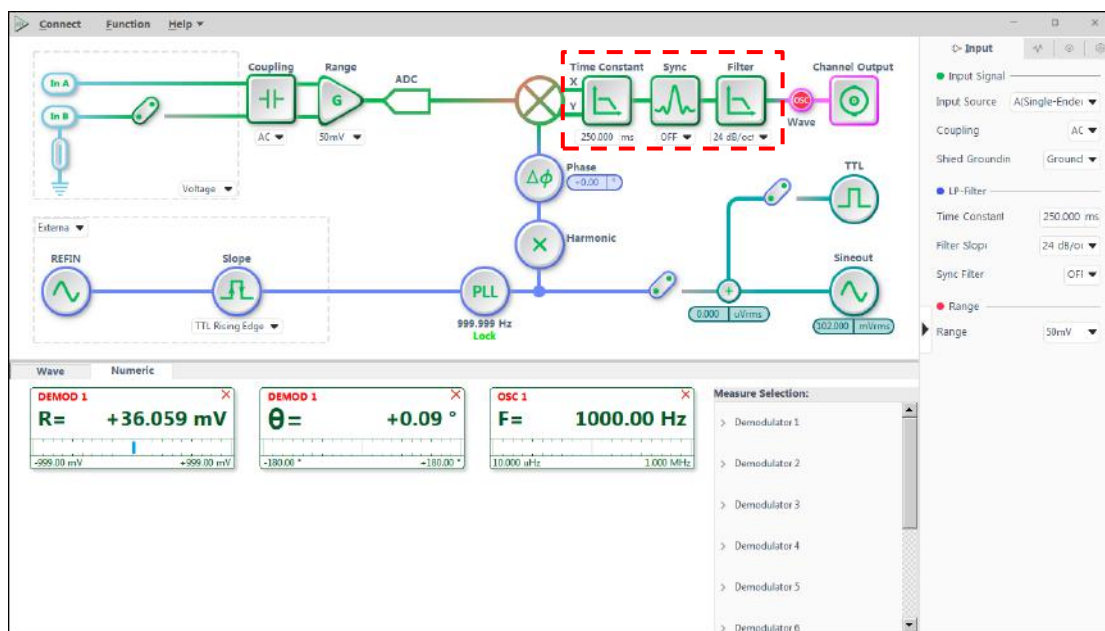

图24. 滤波器配置图
3. 根据表 2，在滤波器配置区域选择好时间常数和滤波器陡降，其它选项默认，如图 24 所示，完成配置；